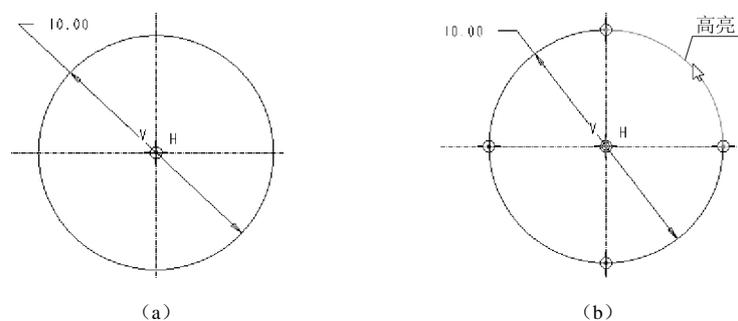

图 2-30 分割
【实例演练】 将图 2-30 (a) 所示的圆，分成如图 2-30 (b) 所示的 4 段圆弧。
步骤 1 绘制如图 2-30 (a) 所示的圆。
(1) 单击草绘命令工具栏中的  按钮，绘制两条中心线。
(2) 单击草绘命令工具栏中的  按钮，绘制如图 2-30 (a) 所示。
(1) 单击草绘命令工具栏中的按钮 ，将光标分别移到圆周的上、下、左、右 4 个点单击鼠标左键，按中键完成。圆周上便产生 4 个分割点，如图 2-30 (b) 所示。
(2) 将光标移动到圆周上能显示出 1/4 段圆弧呈高亮。